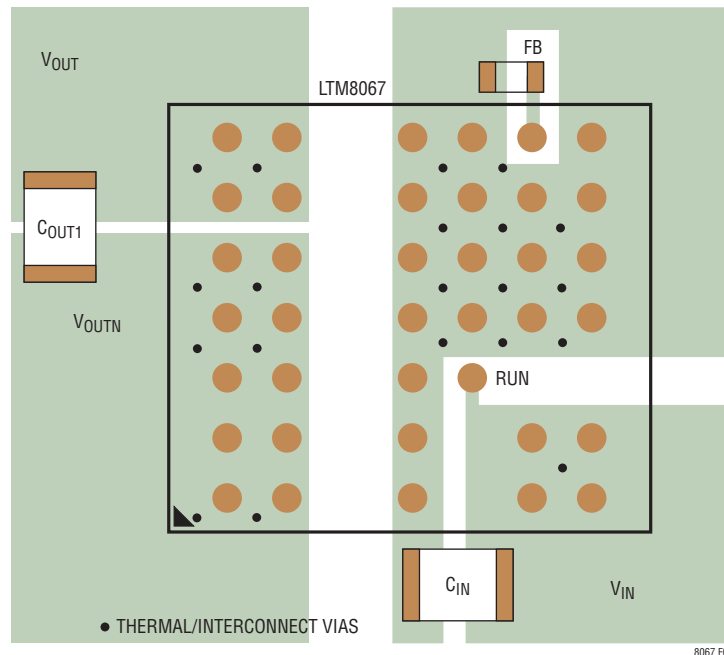

図1. 推奨外部部品、プレーン、およびサーマル・ビアを示すレイアウト
PCBのレイアウトに関連した困難な問題のほとんどはLTM8067による高度の集積化によって緩和ないし除去されました。とはいえ、LTM8067はスイッチング電源なので、電気的ノイズを最小限に抑えて正常な動作を保証するには、注意を払う必要があります。高度に集積化されていても、レイアウトが無計画だったり不適切だったりすると、規定された動作を実現できないことがあります。推奨レイアウトについては図1を参照してください。接地とヒート・シンクに問題がないことを確認してください。
6. ビアを使って、GND銅領域をボードの内部グラウンド・プレーンに接続します。これらのGNDビアを多数分散配置して、プリント回路基板の内部プレーンへの十分なグラウンド接続と熱経路の両方を与えます。図1のサーマル・ビアの位置と密度に注意してください。図の位置に置かれた内部GNDプレーンへのビアがLTM8067の放熱に有利であるのは、デバイス内部の電力を処理する部分がこの場所の近くに配置されているためです。サーマル・ビアの最適個数はプリント回路基板の設計に依存します。たとえば、ある基板では非常に小さなビア孔を使うことがあります。この場合、大きな孔を使う基板に比べて多くのサーマルビアを採用します。